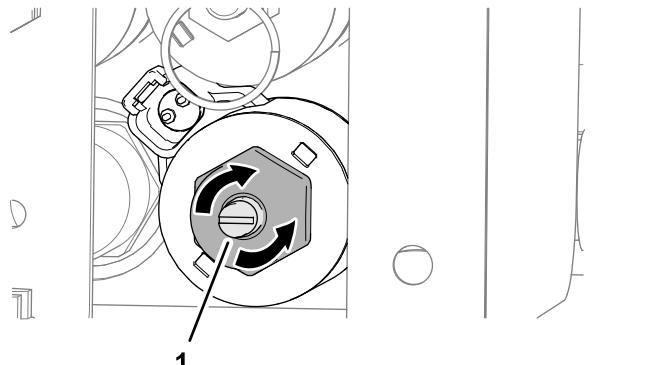

Figure 37
- Tournez la vis à tête hexagonale de la vanne dans le sens horaire pour accroître la vitesse de la bande (Figure 37).